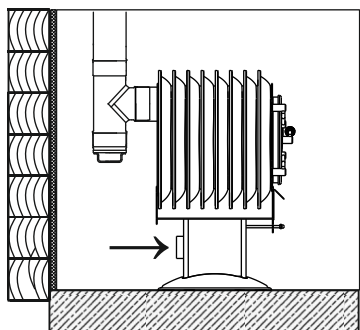

Рисунок 6. Вариант установки печи без подачи уличного воздуха
Внимание! При установке печи без подачи уличного воздуха (рис.6), необходимо, в обязательном порядке, удалить заглушку патрубка Ø80 мм (15).